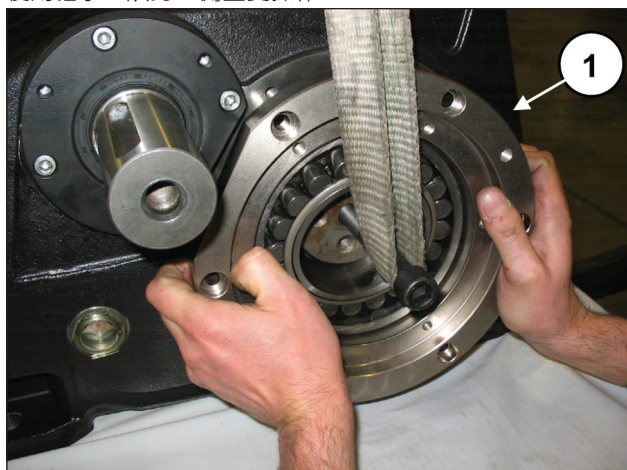
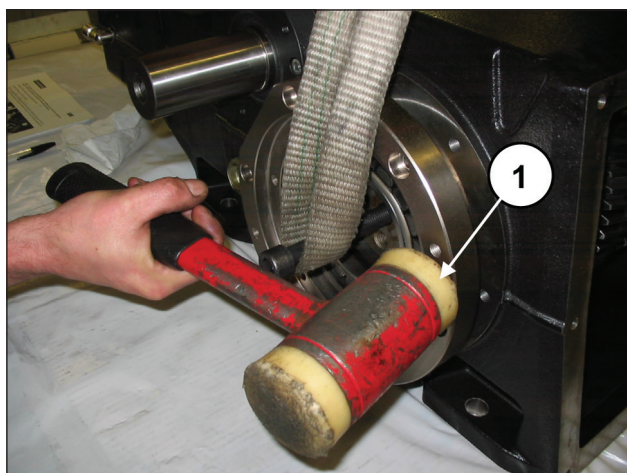

图 73
图 74
安装两个M16螺纹销到曲轴的端部，使之保持提起，①，图 73)，插入轴承支盖以及轴承和O形圈(①，图 74)，可使用锤子。从另一侧重复操作。